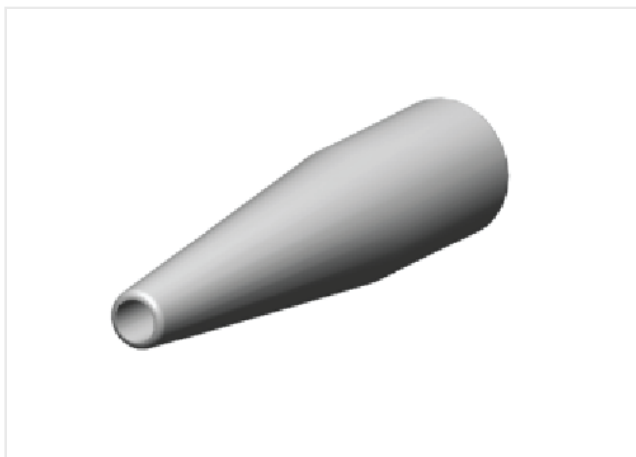
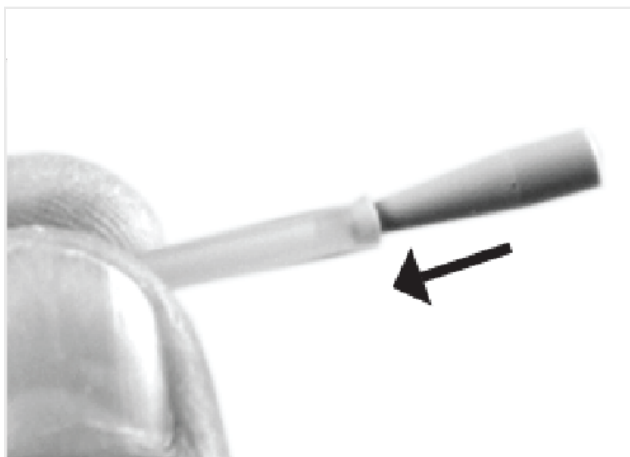

FIG. 6
FIG. 7
1. La pieza cónica proporcionada puede ser útil para conectar el tubo de refrigeración al tubo de la unidad (FIG. 6 y FIG. 7).